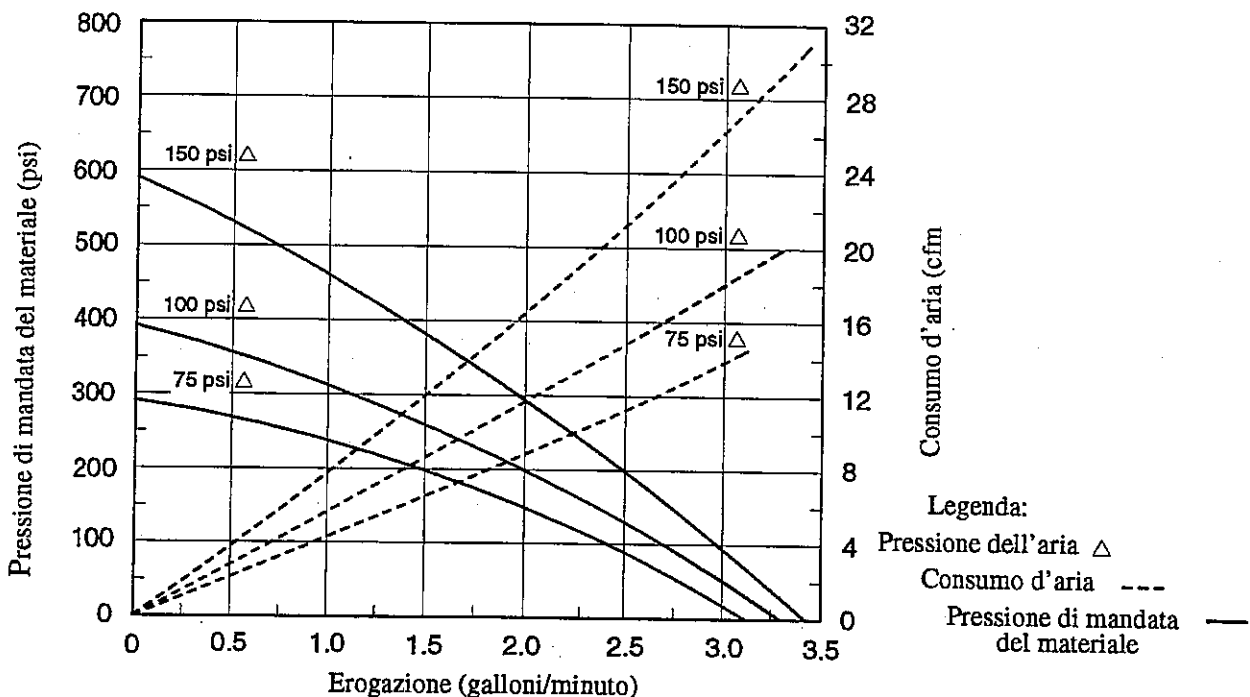

Figura 3 Erogazione rispetto a pressione di mandata e consumo d'aria
* Per informazioni dettagliate, fare riferimento alla Figura 3